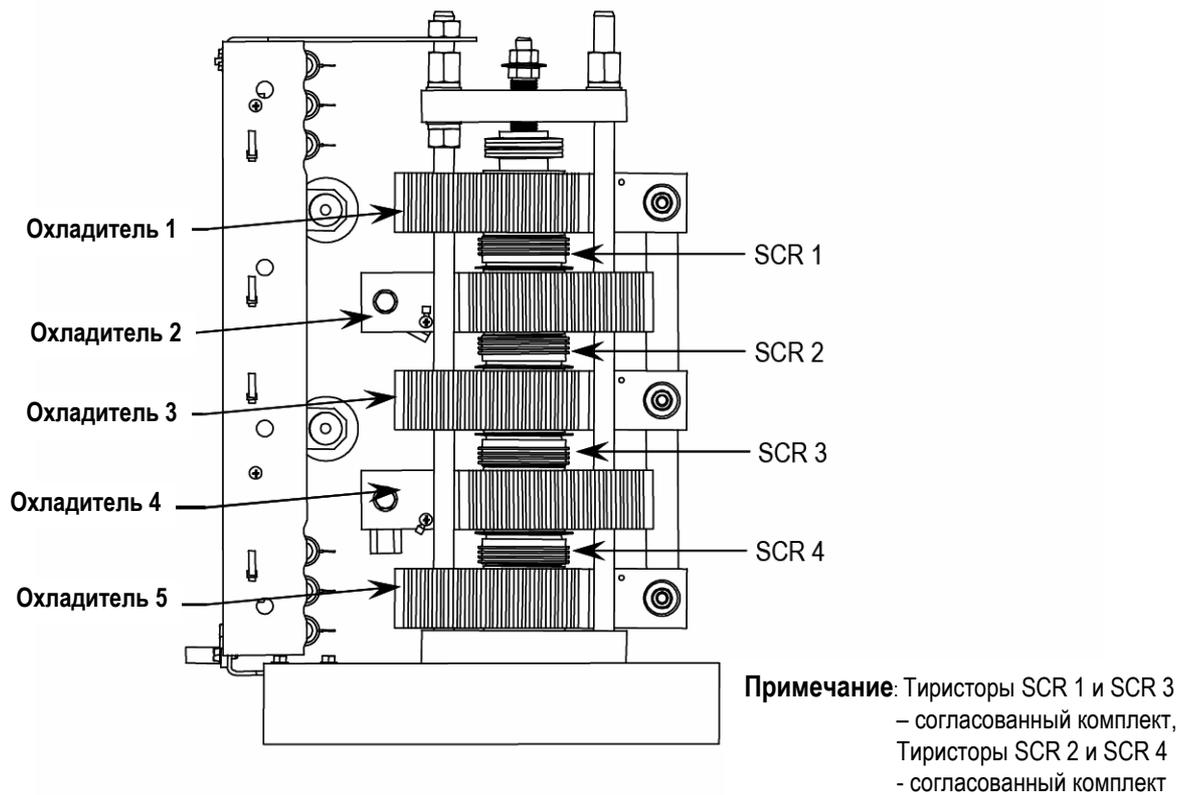

Рис. 9.8 – Сборка силового модуля (одна фаза) • 3300 / 4160 В, 180 А / 360 А
1. Снимите закорачивающий стержень. Измерьте сопротивление между соседними охладителями, чтобы установить какой(ие) тиристор(ы) закорочен(ы). В блоках с четырьмя или шестью тиристорами должны использоваться комплекты тиристоров, подобранных по параметрам. См. рис. 9.8 и 9.14 для определения положения согласованных комплектов тиристоров. Если в каждом комплекте неисправен один тиристор, должны быть заменены все тиристоры в модуле. Исправный тиристор имеет сопротивление между анодом и катодом более 100 кОм, а между управляющим электродом и катодом - 10 - 40 Ом.